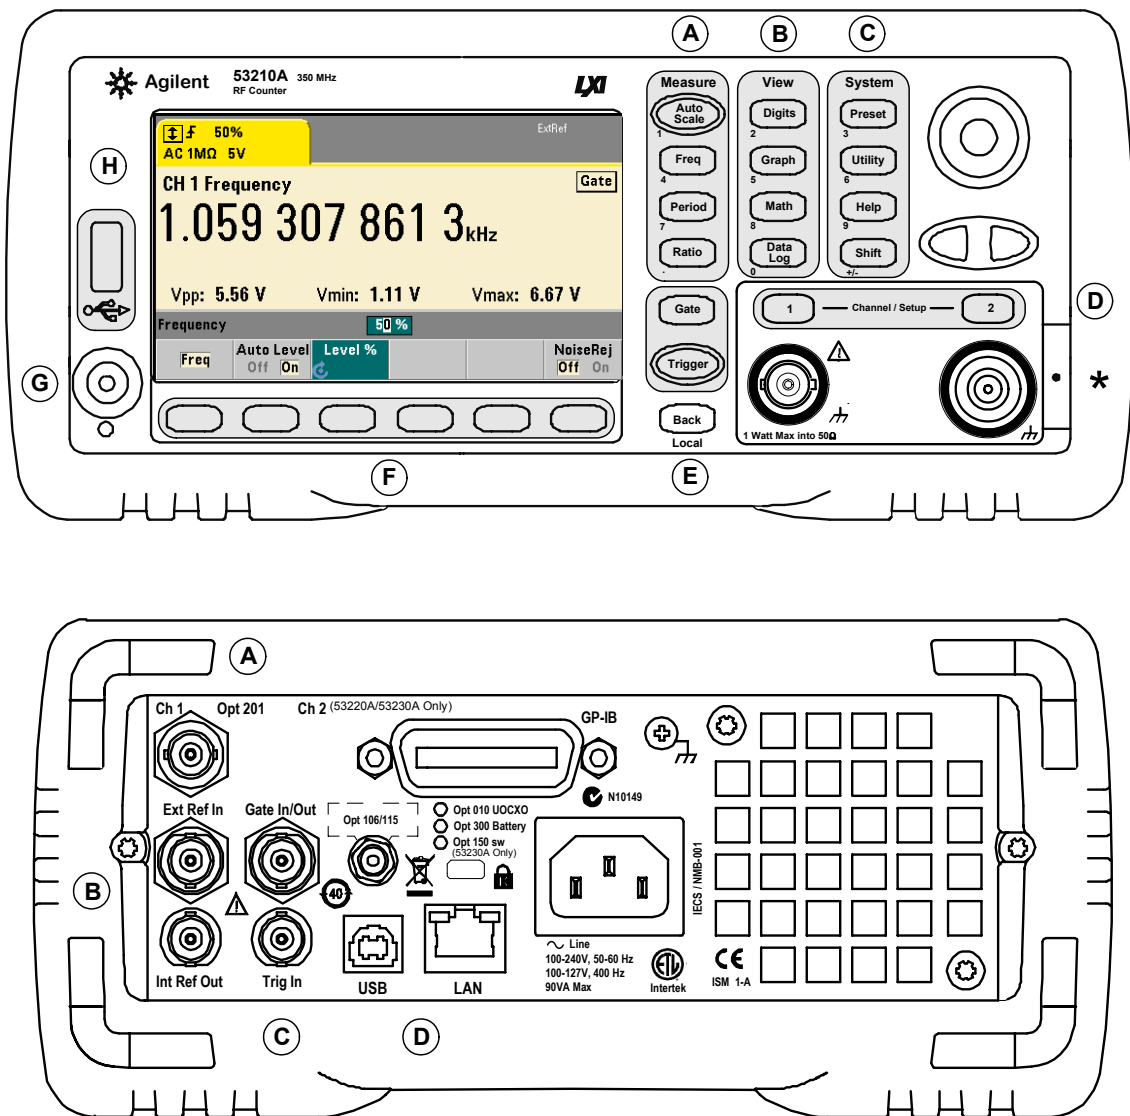

Figure 1-1. Compteur/fréquence-mètre universel 53210A.
La Figure 1-1 illustre les panneaux avant et arrière du compteur RF Agilent 53210A 350 MHz.
**D. Touches Channel** : permettent de sélectionner la voie d'entrée et d'afficher le menu des touches de fonction afin de configurer le parcours des signaux d'entrée. Notez que la Figure 1-1 illustre l'option 106 / 115 de la voie 3. La configuration du parcours des signaux est décrite au **Chapitre 4**.
Le panneau arrière du 53210A illustré par la Figure 1-1 comprend l'option 201 (entrée parallèle du panneau arrière) et l'option 400 de l'interface GPIB. Vous trouverez, ci-dessous, une brève description des bornes du panneau arrière.